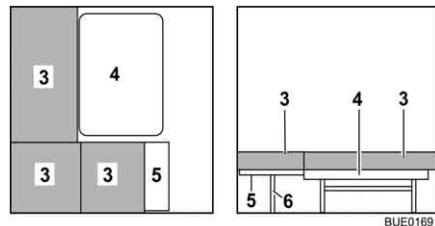

Bild 111 Während des Umbaus
- Bettkasten-Verlängerung (Bild 111,5) entriegeln und nach oben klappen.
- Stütze (Bild 111,6) in die Aufnahme an der Bettkasten-Verlängerung einsetzen.